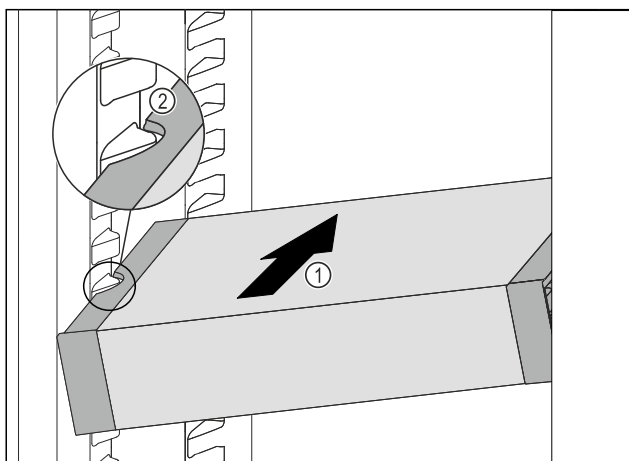

Fig. 122
- ▶ Skub VarioSafe skråt ind i kølesektionen, Fig. 122 (1) indtil udsparringerne i siden Fig. 122 (2) på VarioSafe er på niveau med beholderribben i kølesektionen.